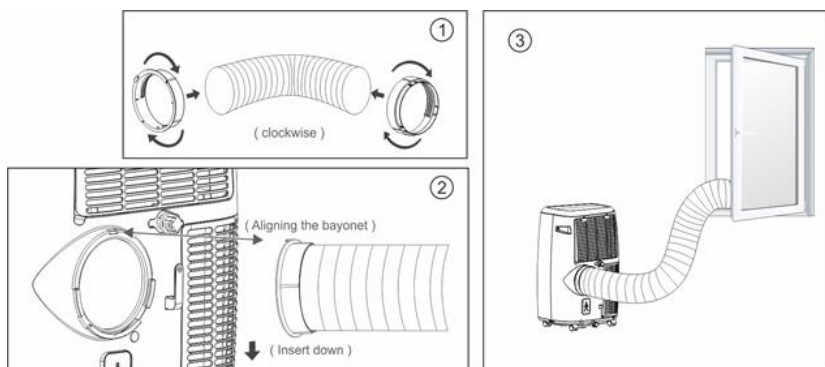

Fig.9
2. Insérez le clip de fixation carré dans les ouvertures à l'arrière du climatiseur (voir Fig.9).